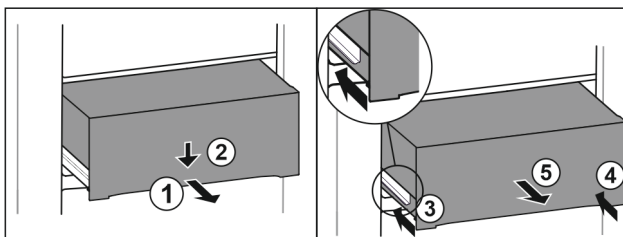

Fig. 118
- Extraiga el cajón hasta la mitad. Fig. 118 (1)
- Presionar hacia abajo el cajón de la parte delantera. Fig. 118 (2)
- Introducir el carril izquierdo unos 2 cm. Fig. 118 (3)
- Introducir el carril derecho unos 2 cm. Fig. 118 (4)
- Extraiga el cajón hacia delante. Fig. 118 (5)